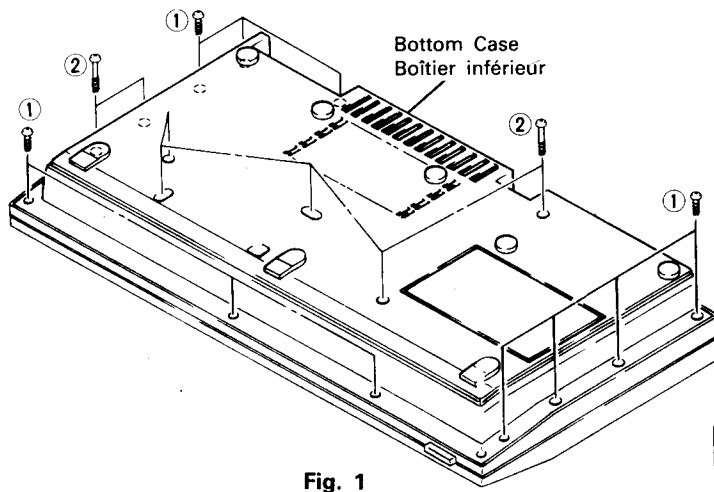
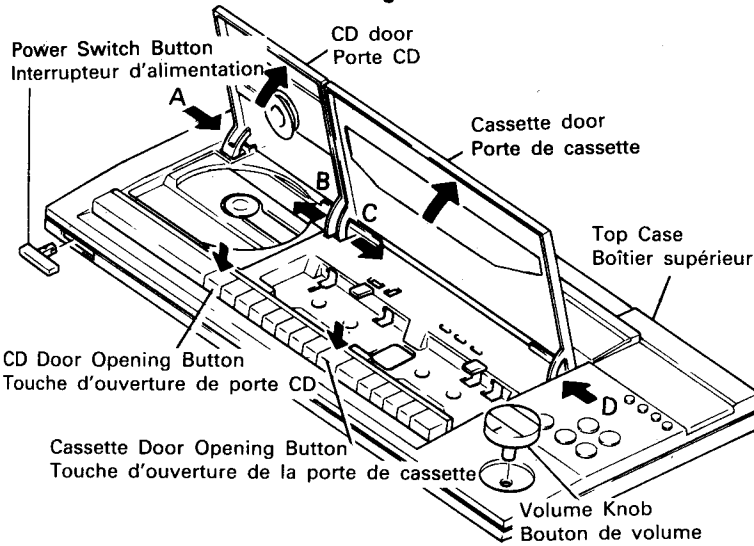

Fig. 1
Fig. 2
DÉMONTAGE**1. Boîtier supérieur (Fig. 1, 2)**
Enlever dix vis ① et sept vis ②. (Fig. 1) Enlever l'interrupteur d'alimentation et le bouton de volume. Ouvrir la porte CD et la porte de cassette en appuyant sur le touche d'ouverture de porte CD et la touche d'ouverture de la porte de cassette. Puis, enlever le boîtier supérieur en le soulevant vers le haut. (Fig. 2)
2. Porte CD (Fig. 2, 3)
Enlever deux vis ③ et la rondelle. Puis, appuyer sur les parties A, B dans la direction des flèches (Fig. 2) tout en enlevant l'élément d'arrêt que s'enlève en le tirant vers le haut. Alors, le ressort d'ouverture de porte CD et le fil métallique d'ouverture de port CD pourront également s'enlever.
3. Porte de cassette (Fig. 2, 3)